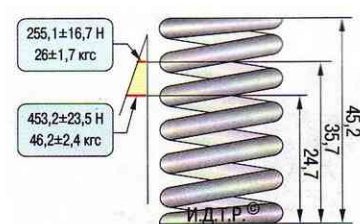

Рис. 4.6. Параметры проверки наружной пружины
41. Для проверки упругости наружной пружины (рис. 4.6) измерьте ее высоту в свободном состоянии, а затем под двумя различными нагрузками. Если пружина не соответствует требуемым параметрам, замените ее.